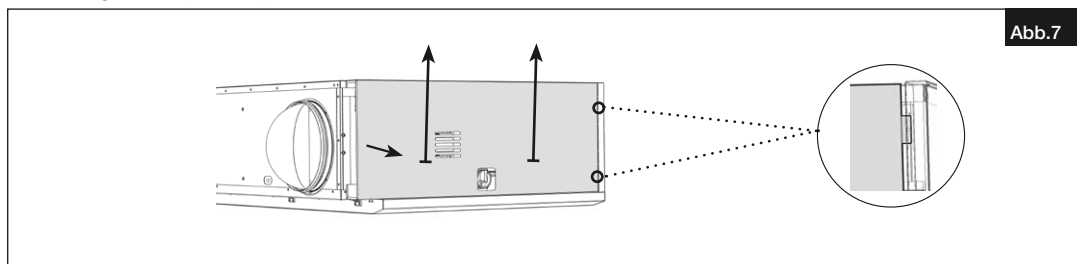

Abb.7
- Verkleidung nach oben anheben, nach hinten und seitlich wegziehen. Die Verkleidung ist mit Hilfsalterungen und Magneten gesichert (s. Abb.7).
1. Die seitliche Verkleidung abnehmen (s. Abb.7 auf Seite 9).